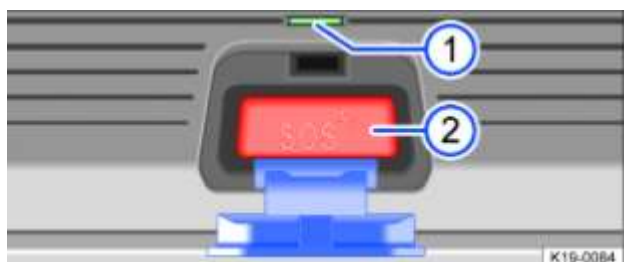

Fig. 51 Élément de commande pour l'appel d'urgence : témoin de contrôle et touche
L'élément de commande est pourvu d'un témoin de contrôle → Fig. 51 ①. En fonction du mode de fonctionnement du véhicule, le témoin de contrôle s'allume dans différentes couleurs et séquences lumineuses :
- Appuyez sur la touche d'appel d'urgence → Fig. 51 (2) jusqu'à ce que le témoin de contrôle clignote en vert. L'appel d'urgence est déclenché et une connexion vocale est établie avec le centre d'appel d'urgence Volkswagen.
Immédiatement après le déclenchement du sac gonflable ou du rétracteur de ceinture, une connexion est établie automatiquement avec le centre d'appel d'urgence Volkswagen. L'appel d'urgence automatique **ne peut pas** être interrompu avec une simple pression sur la touche d'appel d'urgence → Fig. 51 (2).